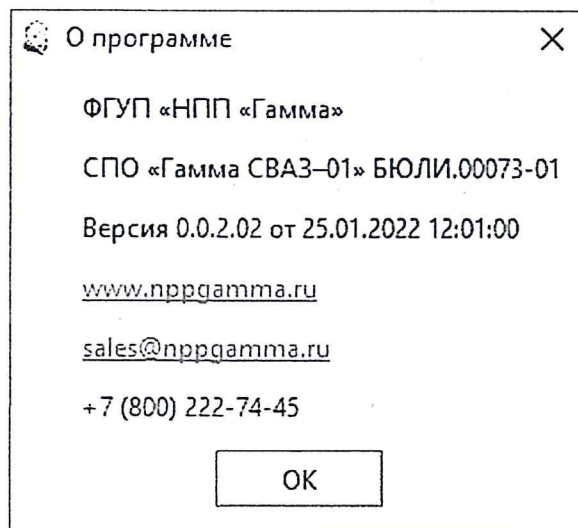

Рисунок 35 – Окно «О программе»
4.2.4. Меню «О программе» (см. рисунок 31) включает в себя краткие сведения о СПО (рисунок 35), которые отображаются в следующем порядке: